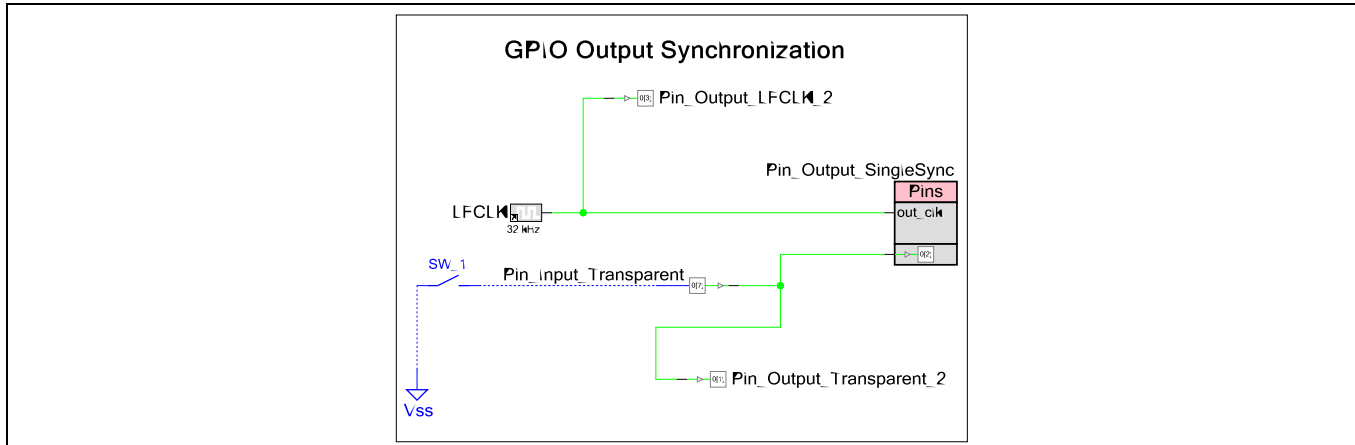

Figure 63 GPIO 出力同期回路図の例
2. **Figure 63** に示すように、ピンを接続してください。